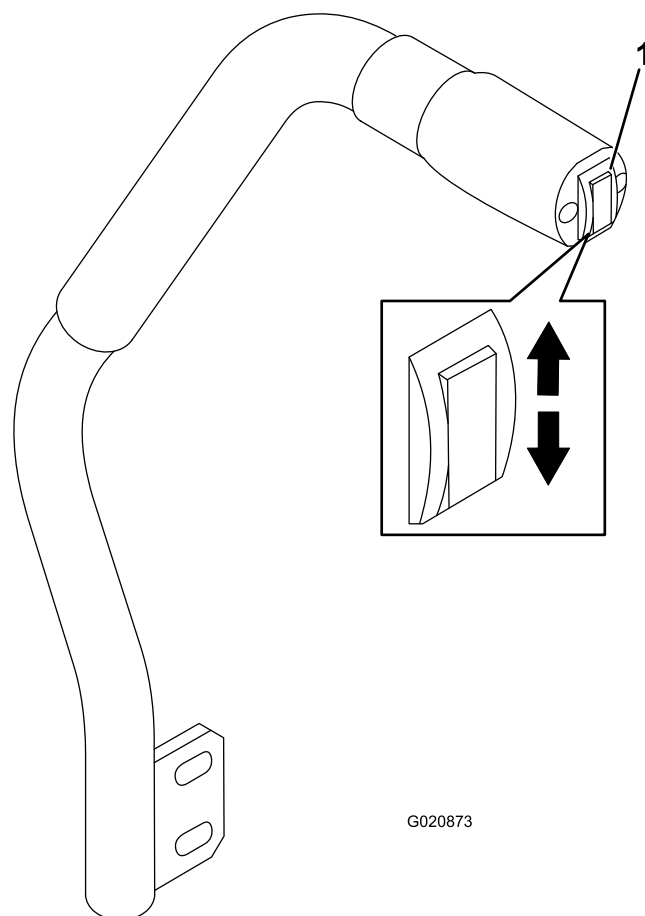

Figura 18
L'interruttore di sollevamento del piatto di taglio alza e abbassa il piatto di taglio (Figura 18). Il motore deve girare per potere utilizzare questa leva.
- Per abbassare il piatto di taglio, spingete in basso l'interruttore del piatto di taglio (Figura 18).
- Per sollevare il piatto di taglio, spingete in alto l'interruttore del piatto di taglio (Figura 18).
1. A motore acceso, tirate verso l'alto l'interruttore di sollevamento del piatto di taglio fino a sollevare completamente il piatto e **rilasciate immediatamente l'interruttore** (Figura 18).